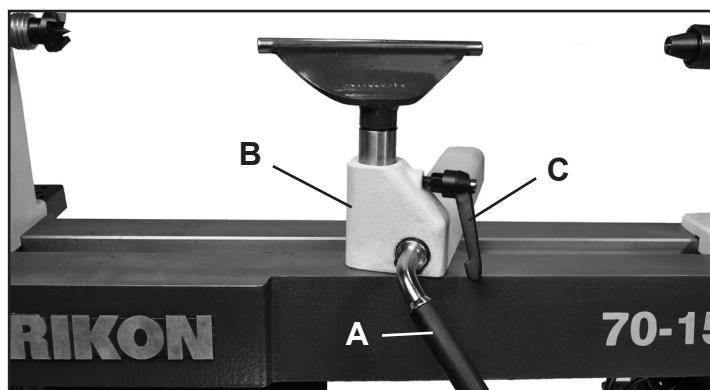

FIG. 4
1. **BLOCAGE DE LA BASE** : (FIG. 4, A) Ce levier à came verrouille la base du porte-outil (B) en place sur la base du tour. Déverrouillez la poignée pour positionner le porte-outil n'importe où sur la base du tour. Serrez la poignée lorsque le porte-outil est correctement positionné pour un tournage sécuritaire de la pièce. Voir page 12 pour l'ajustement de la pression de serrage.
2. **BLOCAGE DU PORTE-OUTIL** : (C) Verrouille le porte-outil en position pour supporter vos outils durant le tournage. Déverrouillez la poignée pour ajuster le porte-outil à un angle ou une hauteur en particulier. Serrez la poignée lorsque le porte-outil est correctement positionné.